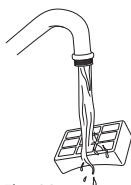

Fig. 23
- 4 Lavez le filtre à l'eau courante tiède, le côté souillé vers le bas, jusqu'à ce que l'eau soit claire. (Fig. 23)